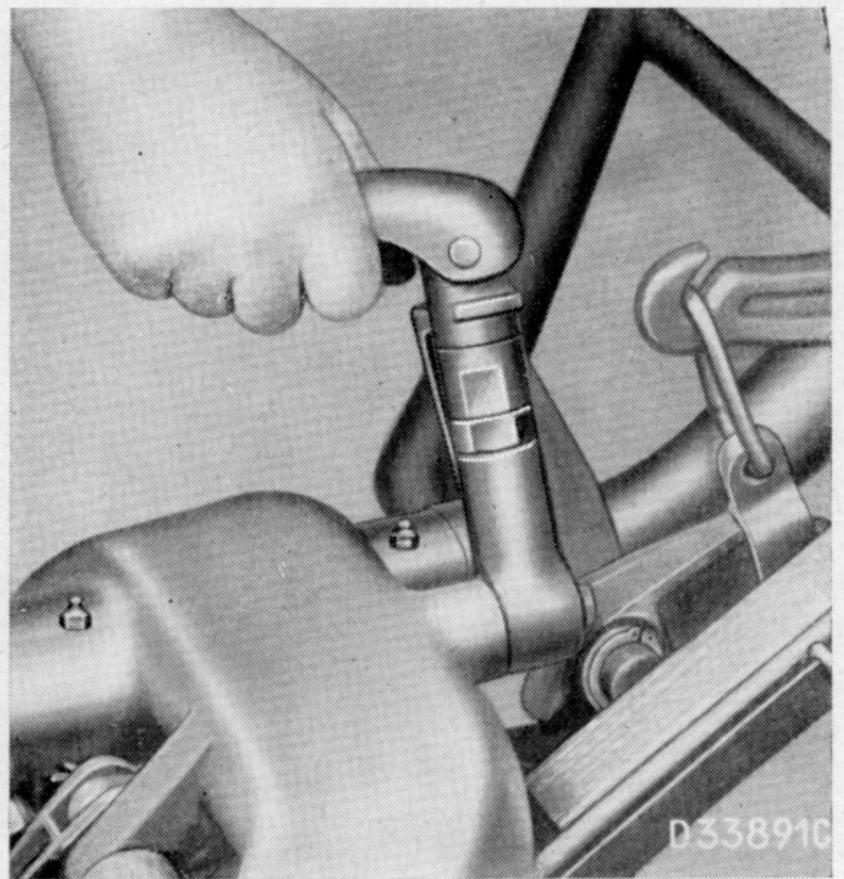

Bild 170. Schnittwinkelverstellung
c) **Schnittwinkelverstellung:** Zur Einstellung des gewünschten Schnittwinkels Griff der Einstellspindel anheben (entsichern) und Spindel drehen (Bild 170).